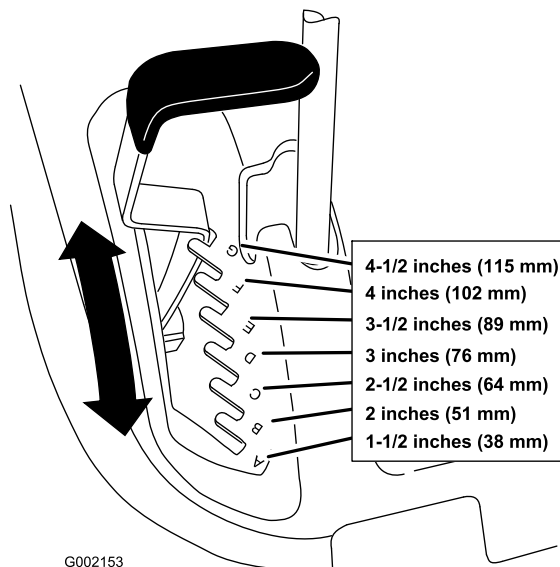

Figure 15
1. Relevez le levier de sélection de hauteur de coupe en position de transport (qui correspond aussi à la hauteur de coupe de 114 mm) (Figure 15).
2. Pour régler la hauteur de coupe, tirez sur le levier de hauteur de coupe et sélectionnez la position souhaitée (Figure 15).